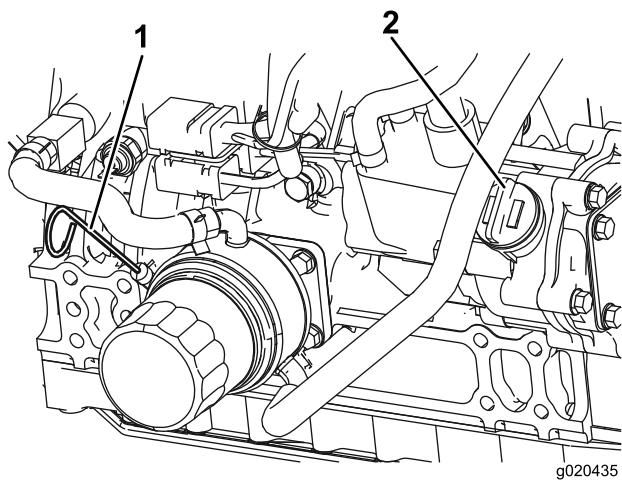

Figure 8
3. Sortez la jauge, essuyez-la sur un chiffon propre, remettez-la dans le goulot de remplissage, puis ressortez-la. Le niveau d'huile doit se situer entre les repères minimum et maximum (Figure 8).
4. Si le niveau d'huile est trop bas, enlevez le bouchon de remplissage (Figure 8) et faites l'appoint d'huile jusqu'à ce que le niveau se situe entre les repères minimum et maximum. **Ne remplissez pas excessivement.**